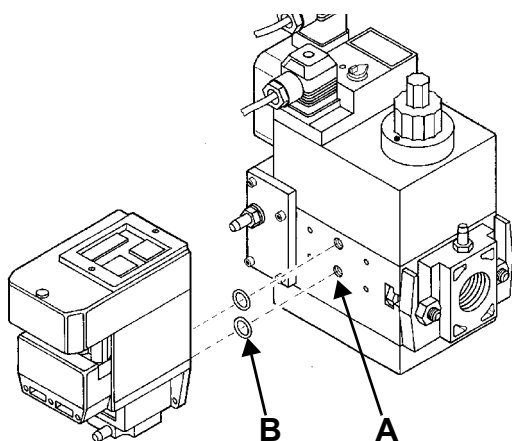
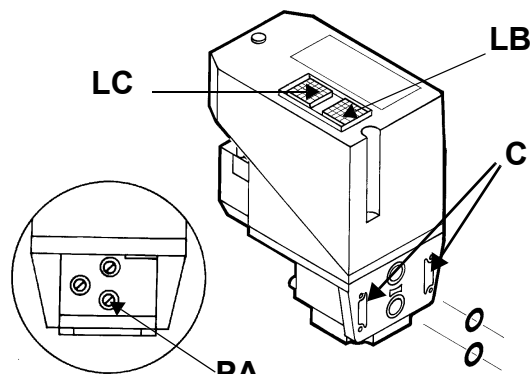

Рис. 6
Рис. 7
- 2). снять крепежные винты группы Multibloc (Рис. 6-А)
- 3). вставить уплотнительные кольца (10,5x2,25) в VPS 504 (Рис. 7-В, Рис. 6-В)
- 4). закрутить 4 винта блока контроля герметичности (М4х16) Рис. 6-С.
Для проверки работы, подсоедините манометр к штуцеру для отбора давления **PA** (Рис. 7). Если проверка завершилась положительно, через несколько секунд загорается жёлтая лампочка **LC**. В противном случае загорается красная лампочка блокировки **LB**. Чтобы перезапустить горелку, необходимо разблокировать блок управления нажатием на светящуюся кнопку **LB**.